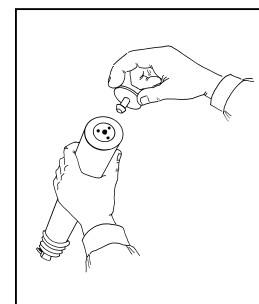

Figura 2
4. Retire cuidadosamente la válvula de la bomba que se encuentra en la parte inferior externa del cilindro de la bomba (vea la figura 2).